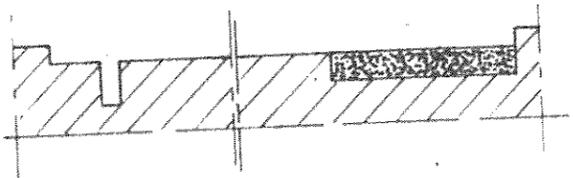

Рис. 1
- а/ Гнезда под выверочные клины с удлинителем залить цементным раствором /как указывается на рис.1 / и подождать затвердевание.